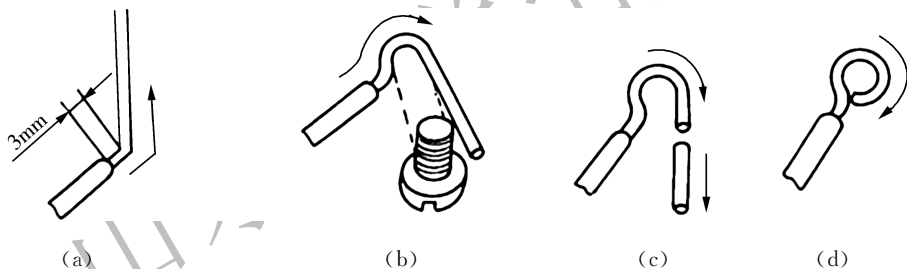

图 2-31 单股导线线头与平压式接线桩连接
(2) 线头与螺钉平压式接线桩头的连接
① 单股导线线头与平压式接线桩连接。
- 剥去线头绝缘层,在离导线绝缘层根部约 3cm 处向外侧折角,如图 2-31(a)所示。
- 按略大于螺钉直径弯曲圆弧,再剪去芯线余端并修正圆圈,如图 2-31(b)(c)所示。
- 把芯线弯成的圆圈套在螺钉上,圆圈弯曲的方向应跟螺钉旋转方向一致,拧紧螺钉,并通过垫圈紧压导线,如图 2-31(d)所示。